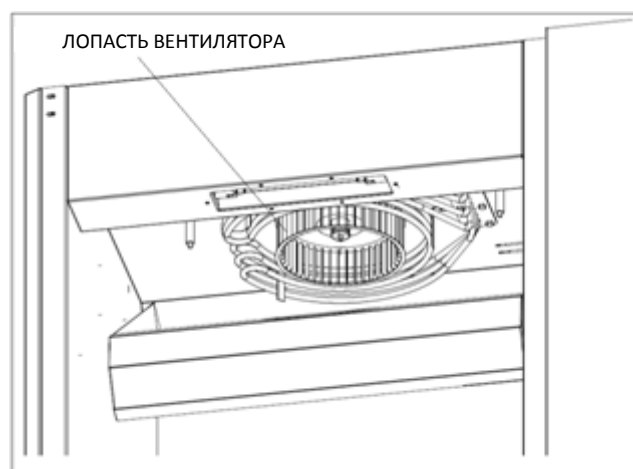

Рисунок 19
- Очистите лопасть вентилятора с помощью ткани и средства для чистки гриля (см. Рисунок 19).